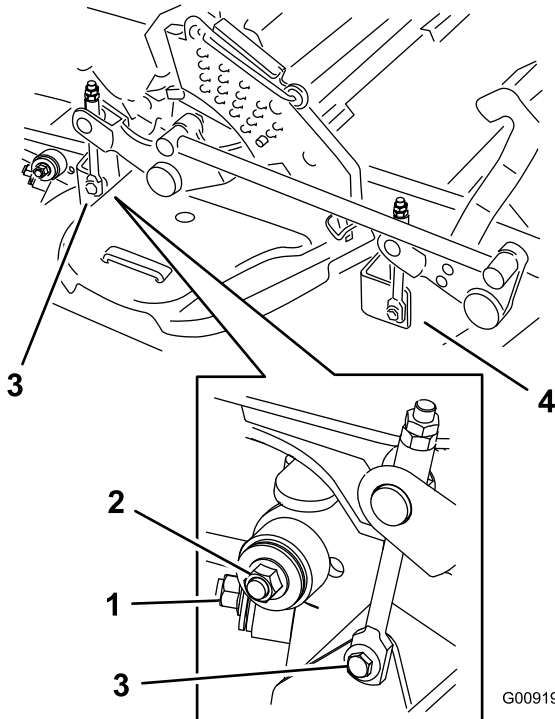

**Figure 105**
7. Enlevez et mettez de côté les fixations des deux côtés du tablier, comme montré à la Figure 105 ou Figure 106.